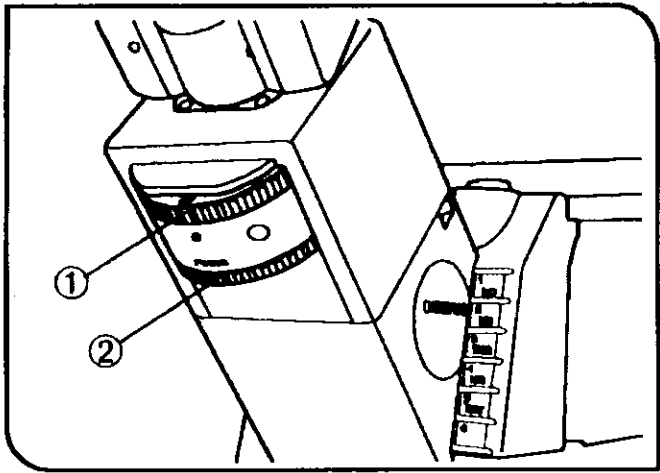

图 52
### (3) 对中相衬环（图 52 到 54）
2. 使用 U-BI90CT 双目观察筒时，将 CT 选择环(1)的位置拨到“CT”。如果使用其它观察筒，请卸下目镜，在目镜位置上装一个 U-CT30 对中望远镜。（图 52）
4. 转动聚焦环(2)（使用 U-CT30 时，转动带螺纹的突起部分），对环板(3)和物镜相板(4)聚焦。（图 52 和 53）